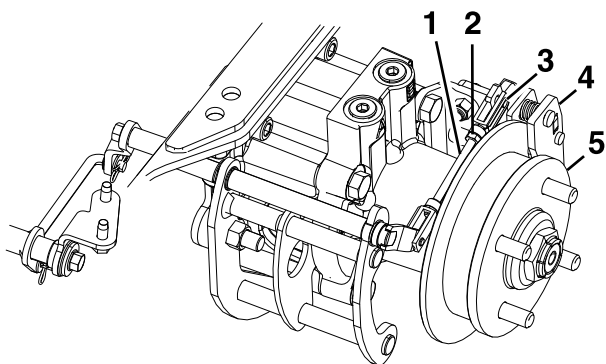

Figure 85
8. Retirez l'axe de chape élastique de la biellette arrière et de l'étrier (Figure 85).
12. Serrez l'écrou de blocage sur la biellette arrière (Figure 85).